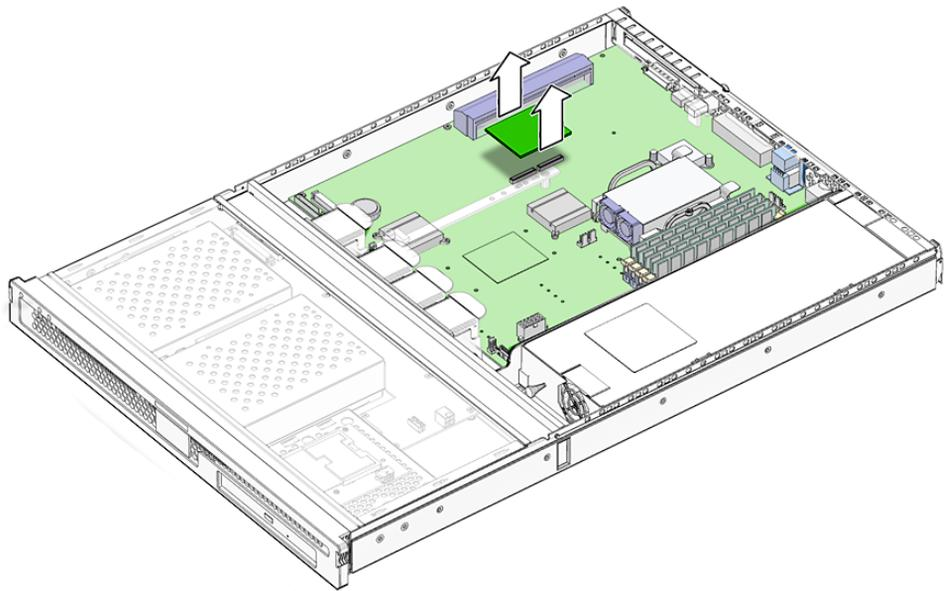

FIGURE 1-18 Retrait de l'accélérateur cryptographique
3. Dégagez le module cryptographique du châssis (FIGURE 1-18).